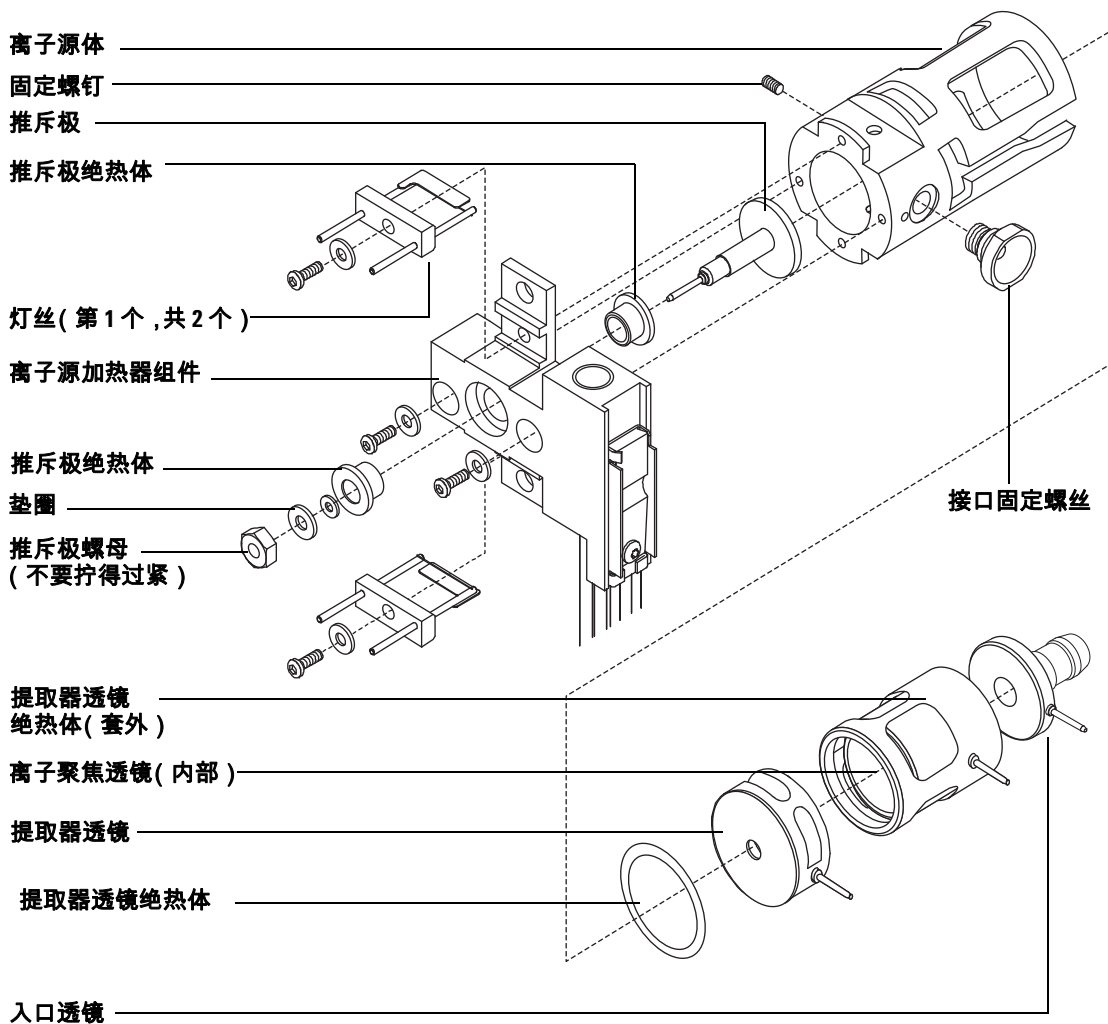

图 25 组装 EI 提取器离子源
- 1 组装离子聚焦透镜、入口透镜和透镜绝热体 (图 25)。
- 2 将提取器透镜绝热体连接到提取器透镜，再将这些透镜滑入离子源体 (图 25)。